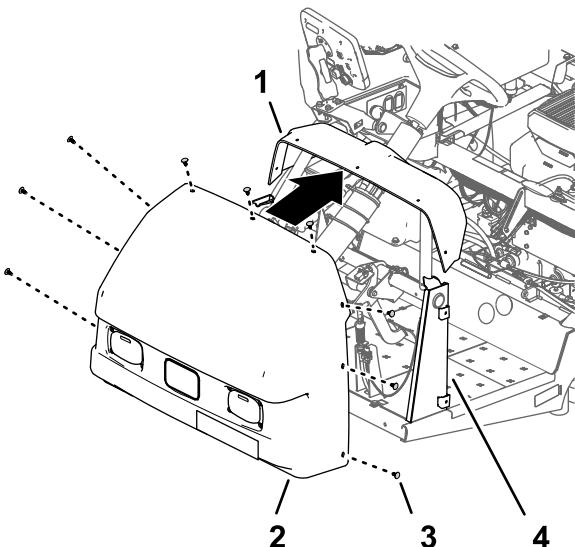

Figura 214
1. Allineate i fori sul cofano con i fori sulla plancia e il telaio della macchina (Figura 214).
2. Fissate il cofano alla plancia e al telaio con 9 dispositivi di fissaggio a spinta (Figura 214).